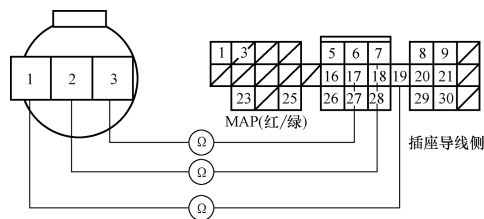

图 1-185 检测传感器的线束导通性
(3) **检测 MAP 传感器的线束导通性** ①关闭点火开关。②拔下 ECU 的 C 插头。③拔下 MAP 传感器的 3 芯插头。④用万用表的电阻档分别测量 C19、C7、C17 与 3 芯插头 1、2、3 端子的导通性,如图 1-185 所示。⑤测量的各电阻标准值应小于 0.5Ω 。